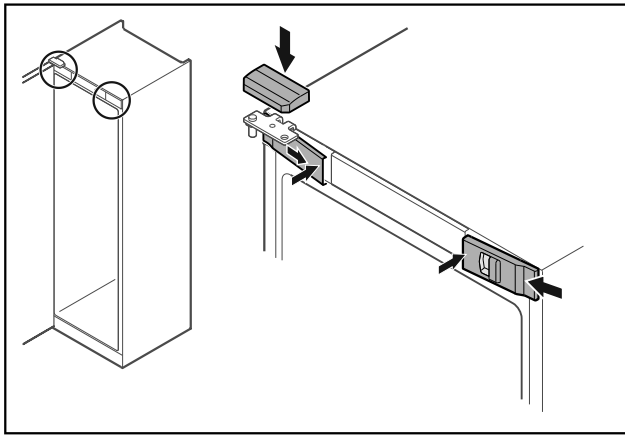

Fig. 51
- ▶ Voorste afdekkingen Fig. 51 (1) zijdelings aanbrengen en van binnen vastklikken.
- ▶ Bovenste afdekking Fig. 51 (2) van boven vastklikken.